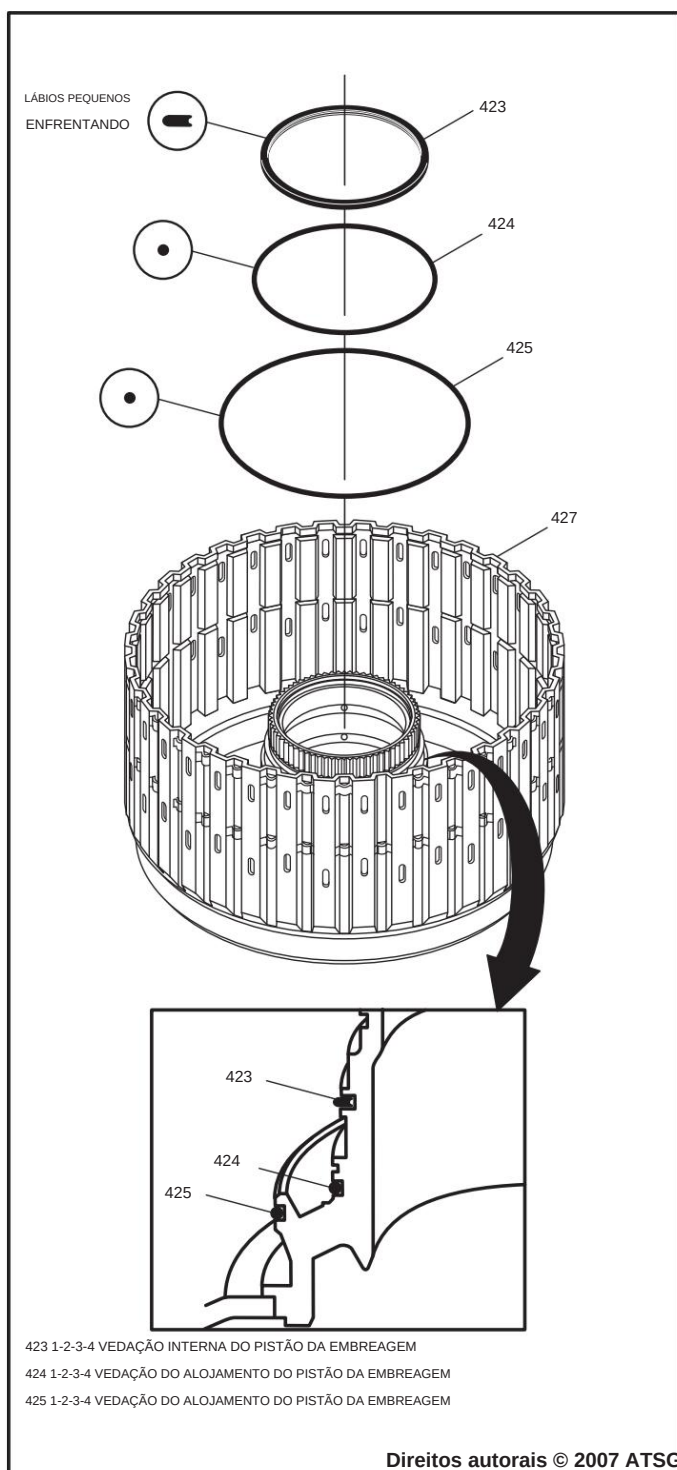

Figura 94
9. Instale apenas os dois anéis de vedação "O" em seus ranhuras no cubo da carcaça reversa 1-2-3-4 e 3-5, conforme mostrado na Figura 94.